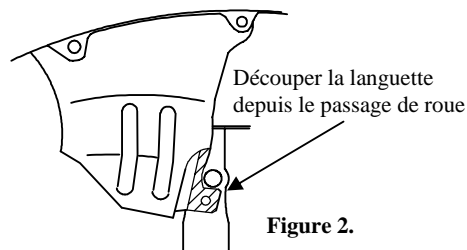

Figure 2.
①	Qté (4)	Boulon de serrure 7/16-14 x 1.50 GR5	④	Qté (4)	Écrou hexagonal 7/16-14
②	Qté (4)	Espaceur 3/16" x 1 x 2	⑤	Qté (4)	Fil de tirage, 7/16
③	Qté (4)	Rondelle conique dentée 7/16"
1. Enlever la pièce de retenue qui retient la plaquette du passage de roue dans le bas du longeron côté conducteur. Découper la plaquette du passage de roue de façon à ce que le support latéral d'attelage puisse s'appuyer parfaitement contre le bas du longeron. Voir la figure 2.